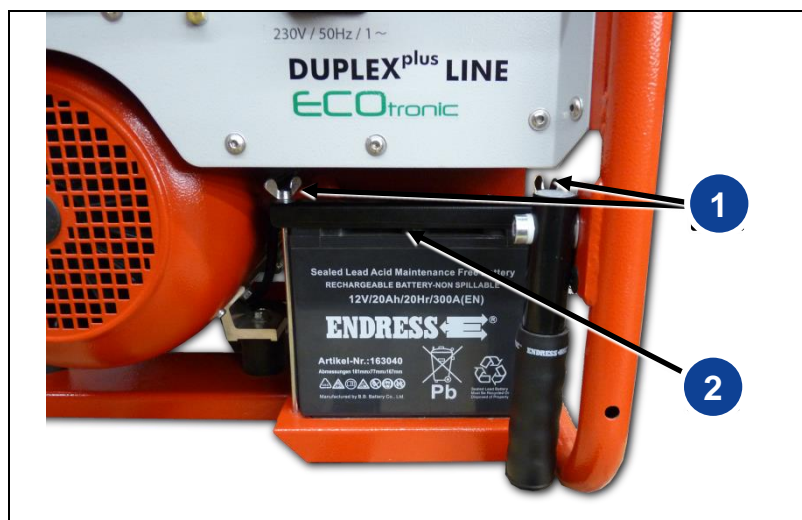

Bild 6-2: Byt batteri
2. Lossa de båda vingmuttrarna (*Bild 6-2-(1)*) så att batterihållaren (*Bild 6-2-(2)*) kan avlägsnas.